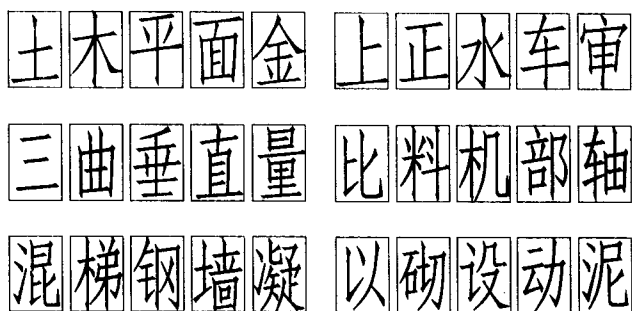

图 1-6 长仿宋字体笔画布局
(1) 字体基本对称的应保持其对称,如图 1-6 中的土、木、平、面、金等。
(2) 有一竖笔居中的应保持该笔竖直而居中,如图 1-6 中的上、正、水、车、审等。
(3) 有三四横竖笔画的要大致平行等距,如图 1-6 中的三、曲、垂、量等。
(4) 要注意偏旁所占的比例。有约占一半的,如图 1-6 中的“比、料、机、部、轴”等;有约占 1/3 的,如“混、梯、钢、墙”等;有约占 1/4 的,如“凝”。
(5) 左右要组合紧凑,尽量少留空白,如图 1-6 中的“以、砌、设、动、泥”等。